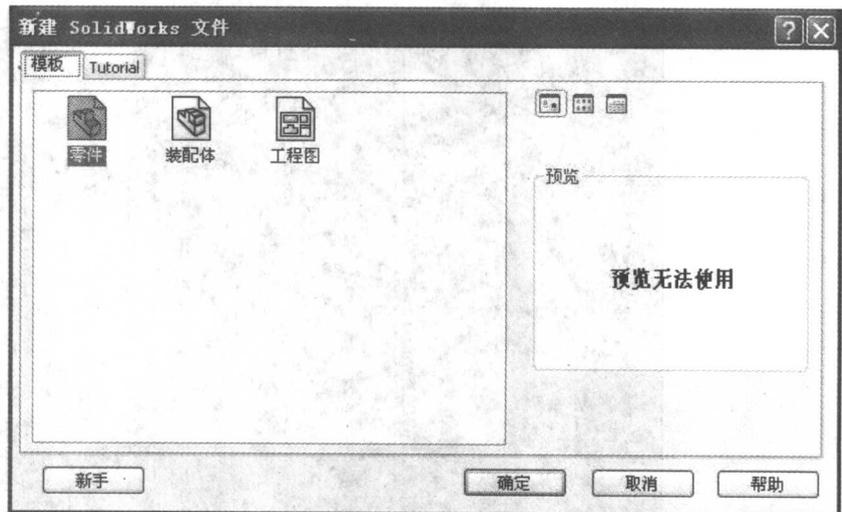

图 1-5 “模板”选项卡
- (1) 单击“零件”按钮，可进入 3D 零部件的操作界面，其中零件文件的扩展名为 (\*.prt、\*.Sldprt)。
- (2) 单击“装配体”按钮，可进入零件装配界面，其中装配体文件的扩展名为 (\*.asm、\*.Sldasm)。
- (3) 单击“工程图”按钮，可进入工程图的操作界面，其中工程图文件的扩展名为 (\*.dwt、\*.Slddwt)。
- (4) 单击“高级”按钮可进入“新建 SolidWorks 文件”对话框，选择“模板”选项卡，如图 1-5 所示